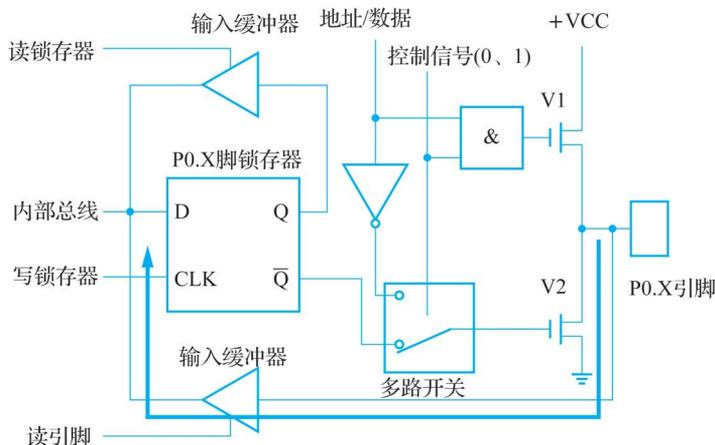

图 1-15 P0 口读引脚示意图
(1) 读引脚。读芯片引脚上的数据，读引脚数时，读引脚缓冲器打开（即三态缓冲器的控制端要有效），通过内部数据总线输入，如图 1-15 所示（粗线箭头）。